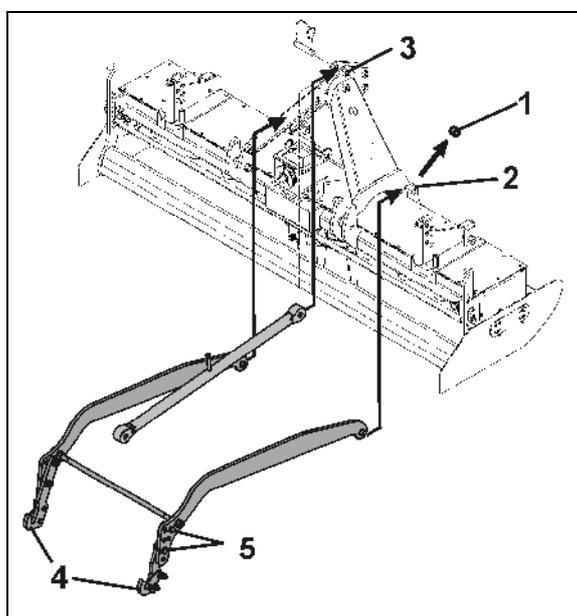

Fig. 36
2. Retirar os casquilhos (Fig. 36/1)
3. Conduzir as peças de acoplamento pré-montadas, à esquerda e à direita, por entre as placas de suporte (Fig. 36/2).
5. Fixar a barra superior no quadro de três pontos superior (Fig. 36/3) da máquina de preparação do solo com cavilhas e proteger com o encaixe de charneira.
Utilizar as diferentes possibilidades de aparafusamento (Fig. 36/5) dos ganchos de retenção (Fig. 36/4), de modo a que o semeador seguidor possa ser fixo o mais próximo possível atrás do rolo.
Em qualquer caso, deve garantir-se que cada gancho de retenção (Fig. 36/4) é fixado nas chapas de ajusta, no mínimo, com dois parafusos sextavados.